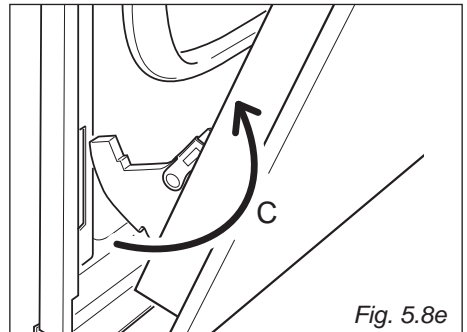

Fig. 5.8e
- Estrarre i ganci delle cerniere dalla loro posizione seguendo la freccia "C" (fig. 5.8e).